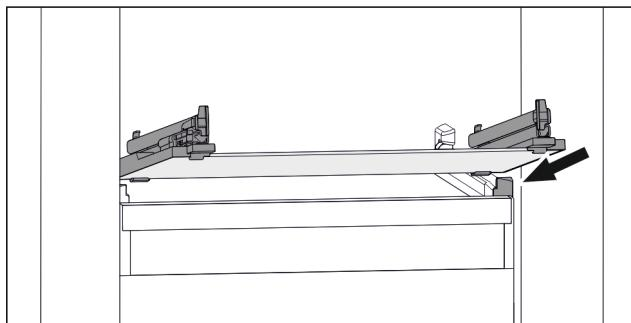

Fig. 141 Príklad zobrazenia sklenej dosky
- Nasadte sklenenú dosku šikmo za zarážkami. (pozri Fig. 141)